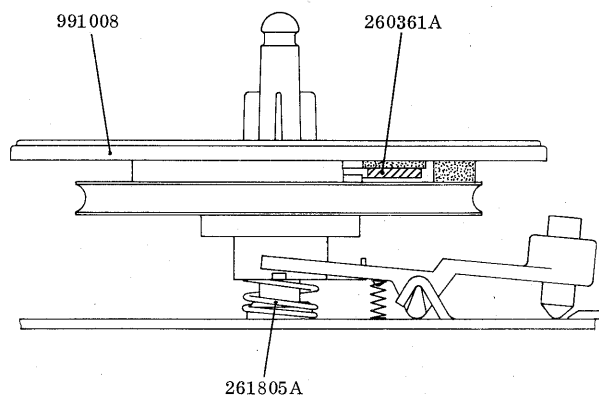

Fig. 2.5. Venstre spoletallerken (til app. nr. 2 273 160).
Tilbakespolingskraften avleses i tabellen fig. 2.2, pos. 3. Hvis kraften avviker fra de spesifikasjoner som er angitt i tabellen, må trykket av fjæren 261805A forandres (se fig. 2.5), alternativt må fjæren skiftes. Kraftforskjellen mellom Hurtig Fremspoling og Hurtig Tilbakespoling skal være mindre enn 130 g (målt ved 30 mm radius), eller 50 g (målt ved 80 mm radius). Hvis forskjellen overstiger disse verdier, må trykket av fjæren 261805A eller 267373B endres.